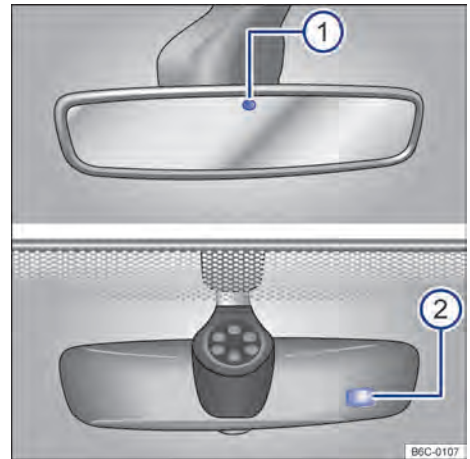

Fig. 75 No para-brisa: espelho retrovisor interno com antiofuscante automático.
Com a ignição ligada, os sensores medem a incidência da luz por trás → Fig. 75 ① e pela frente ②.